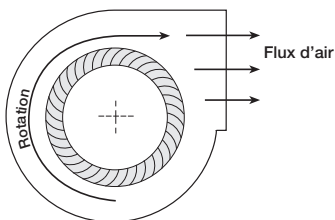

Figure 12
4. Tourner la soufflante à la main pour vérifier que la turbine de frotte pas contre la volute. Si la soufflante tourne à l'envers, l'appareil déplacera un peu d'air mais ne fonctionnera pas correctement. Pour vérifier le sens de rotation, ouvrir le panneau d'accès de soufflante, marqué « Supply » (apport) ou « Exhaust » (extraction) et faire brièvement tourner la soufflante pour observer la rotation. Voir la Figure 12.